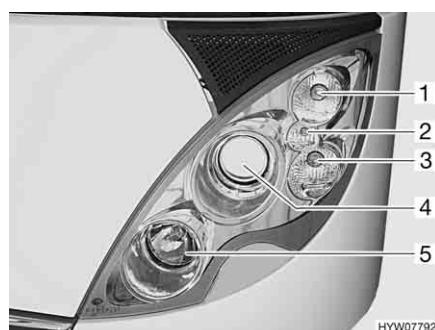
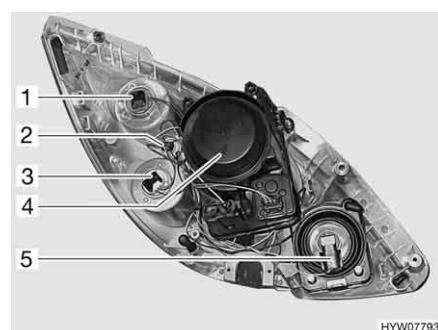

Fig. 180 Faro anteriore (lato anteriore)
Fig. 181 Faro anteriore (lato posteriore)
#### Indicatore di direzione (Fig. 180,1 e Fig. 181,1)
#### Luce di posizione (Fig. 180,2 e Fig. 181,2)
**Luce diurna (Fig. 180,3 e
(Fig. 180,4 e Fig. 181,4)**
**Abbagliante (Fig. 180,5 e